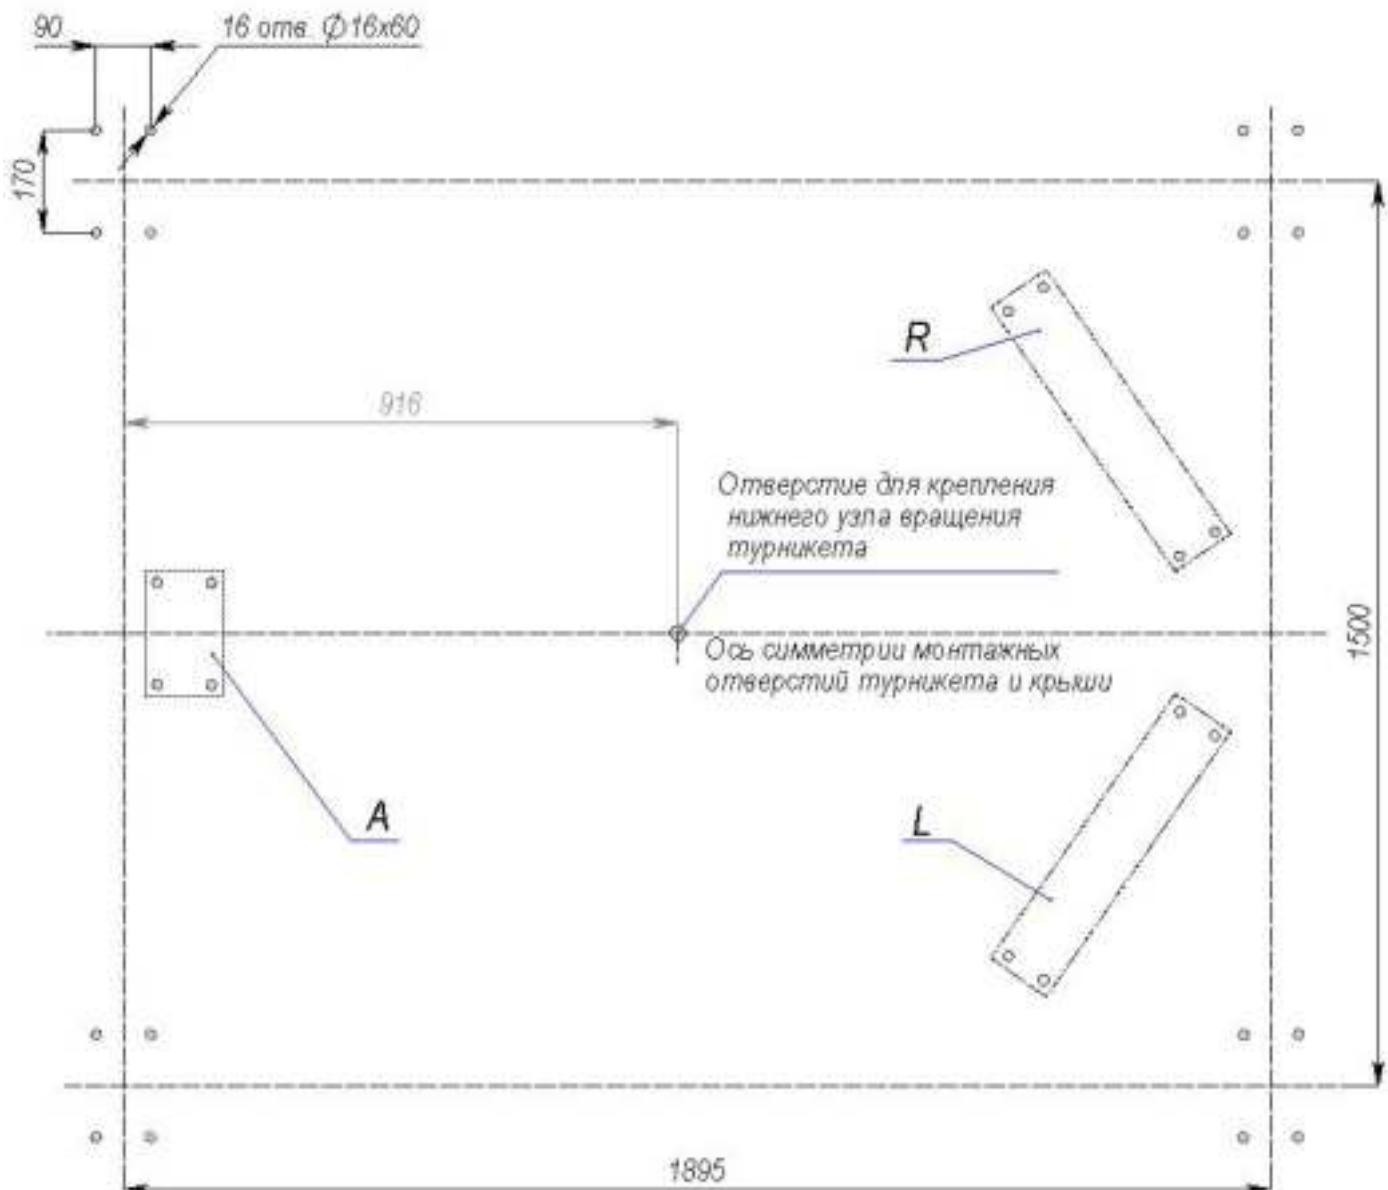

Рисунок 3 – Схема разметки отверстий для крепления стоек (3) крыши относительно отверстий для крепления турникета:
* Названия каркасов «правый» и «левый» даны условно и связаны с названием соответствующей секции формирователя прохода турникета (см. рисунок 3), над которой расположен тот или иной каркас: «левым» называется каркас, устанавливаемый над левой секцией (см. рисунок 7), «правым» — устанавливаемый над правой секцией (см. Руководство по эксплуатации турникета роторного полноростового PERCo-RTD-15).
Примечание – Разметку отверстий для монтажа крыши выполняйте одновременно с разметкой отверстий для монтажа турникета, проводимой в соответствии с Руководством по эксплуатации турникета роторного полноростового PERCo-RTD-15. Оси симметрии монтажных отверстий турникета и крыши совпадают (см. рисунок 3).